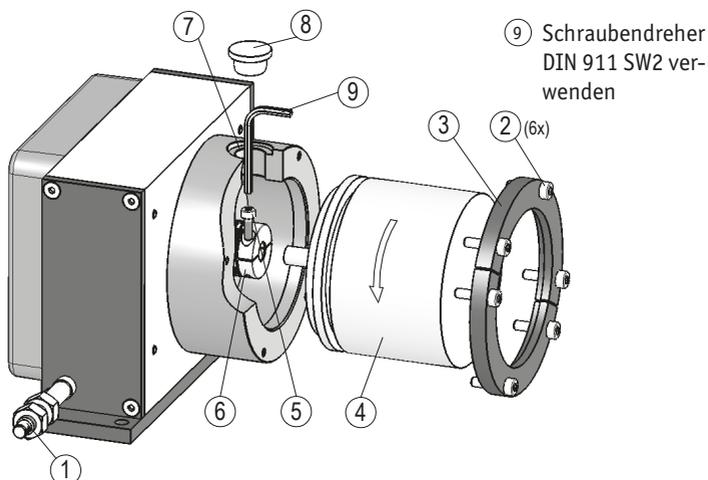

Abb. 4: Montage eines Gebers
Das Seilzugsystem ist für die Montage eines Inkrementalgebers oder eines Absolutwertgebers/Winkelcodierers vorbereitet (Abb. 4).
1. Für die Justage des Referenzpunktes lockern Sie die Schrauben (2) (siehe Abb. 4) bis der Geber sich drehen lässt.